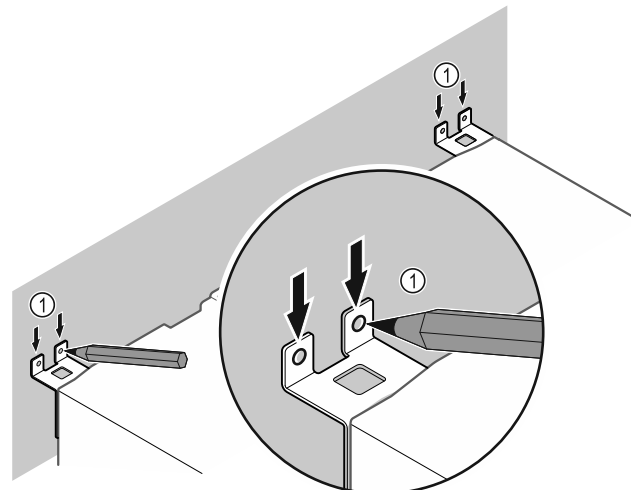

Fig. 11
- ▶ Tehke seinale märgistused Fig. 11 (1).